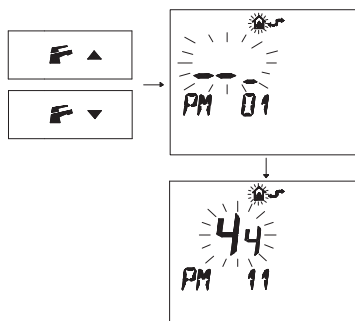

Figura 5.56
- Premere i pulsanti **F**▲ o **F**▼ per visualizzare la programmazione "PM11" della postcircolazione pompa (Figura 5.56).